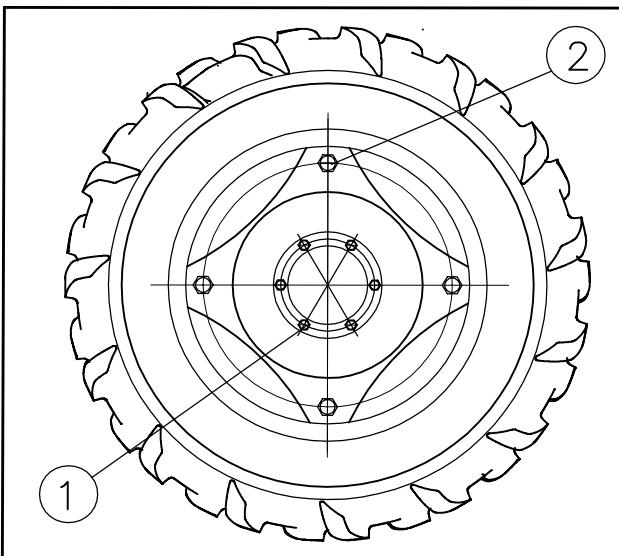

Fig. 4-22
- 1 Propisani obrtni moment za navrtke točkova Fig. 4-22: 17 daNM
- 2 Zatezanje na diskovima 215 da Nm Fig 4-22